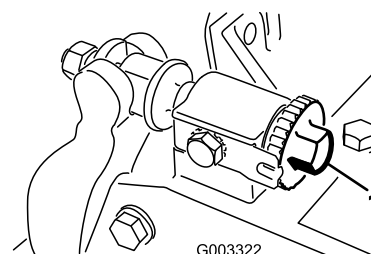

Figure 25
1. Séparez le cylindre et la contre-lame en tournant les boutons de réglage de la contre-lame (Figure 25) dans le sens anti-horaire jusqu'à ce que les deux pièces ne soient plus en contact.